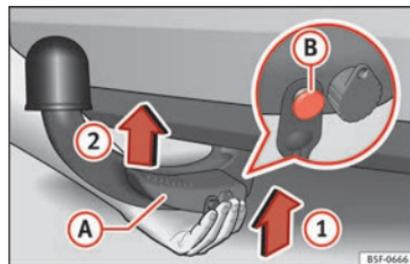

Fig. 229 Placer la boule amovible/broche de déverrouillage à l'état déplié
- Tenez la boule amovible **par en bas** »» fig. 229 et encastrez-la dans le logement du crochet en suivant le sens de la flèche ① jusqu'à entendre un clic »» ⚠.